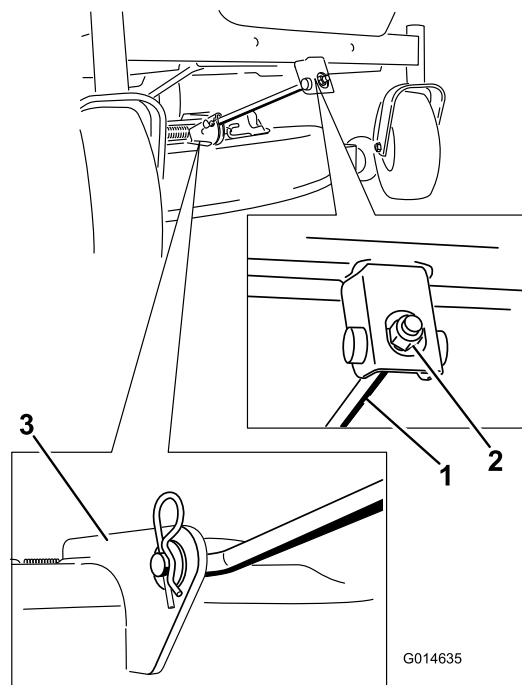

Figura 73
- Îndepărtați tiftul în formă de agrafă de pe tija de sprijin din față și scoateți tija din suportul pentru punte (Figura 73).
8. Fixai tija de sprijin față de puntea mâinii de tuns iarba cu tiftul cu cap și gaură și tiftul în formă de agrafă (Figura 73).